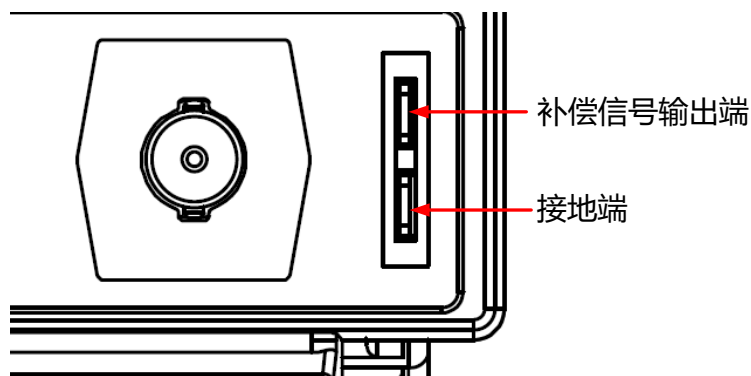

图 4.6 补偿信号
2. 将探头的接地鳄鱼夹连接至图 4.6 所示的“接地端”。
3. 使用探头连接示波器的通道 1（CH1）输入端和图 4.6 所示的“补偿信号输出端”。